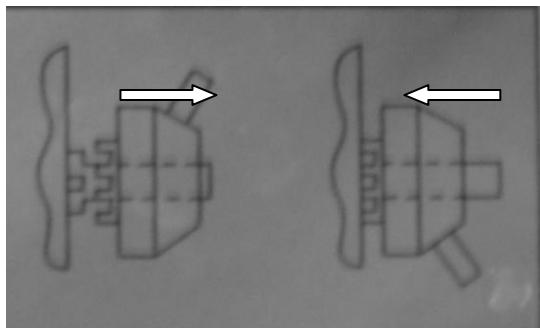

Рис. 12
Точное перемещение фрезерной головки осуществляется вращением маховика микроподдачи (2), при подключенной полумуфте когда рукоятки вертикальной подачи (3) сдвинуты к фрезерной головке (см. Рис. 12).